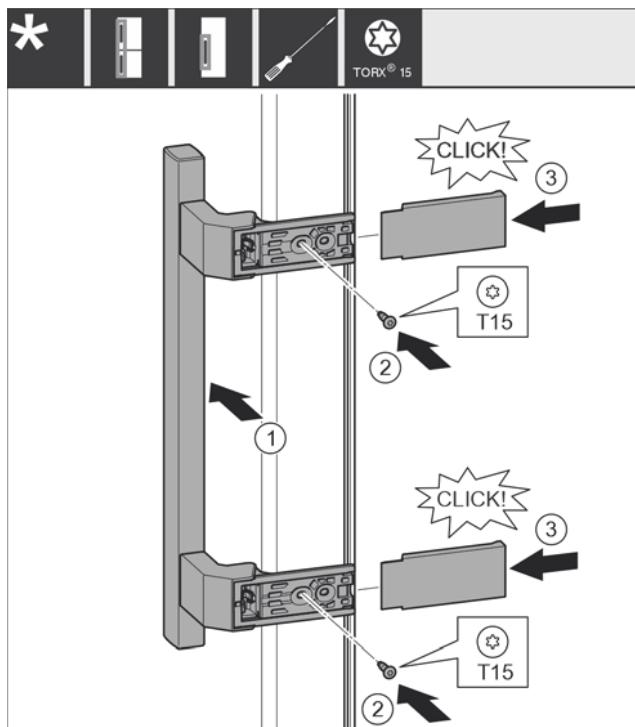

Fig. 19
- ▶ Установите ручку на противоположной стороне. *Fig. 19 (1)*
- ▶ Затяните винты отверткой T15. *Fig. 19 (2)*
- ▶ Установите крышки сбоку и надвиньте их. *Fig. 19 (3)*